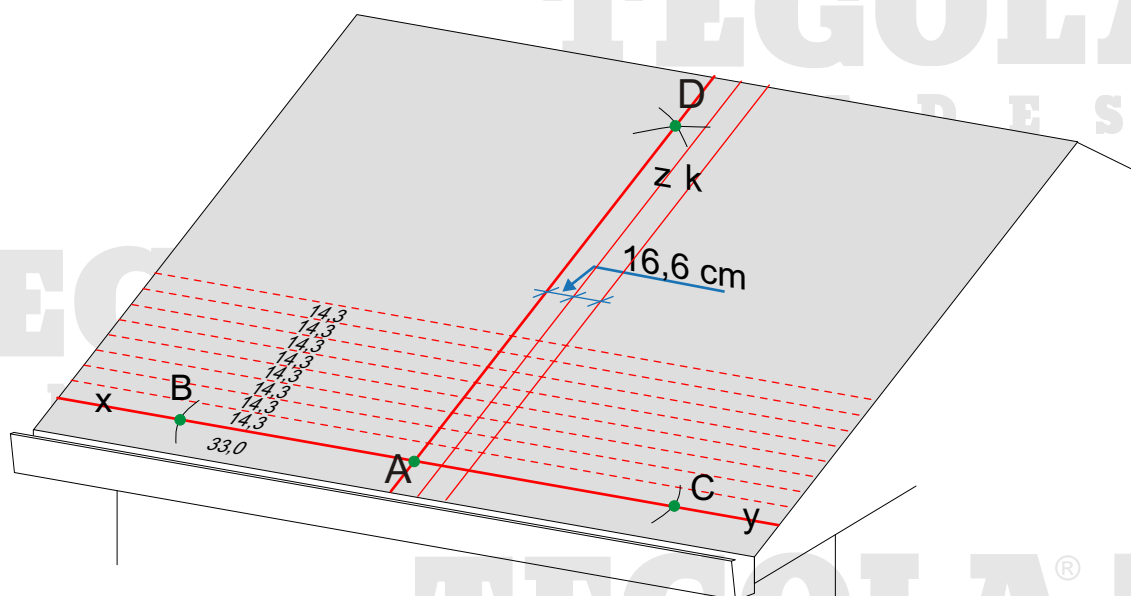

Fig. 1 - Trazado de la cubierta
- Partiendo de la línea xy, trazar unas líneas horizontales y paralelas a la misma, a una distancia entre sí de 14,3 cm hasta llegar a la cumbrera (fig. 1).